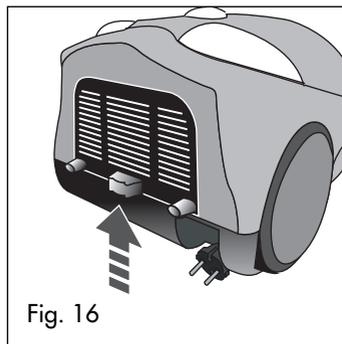

Fig. 16
Il filtro si trova sotto le feritoie di uscita dell'aria. Per sostituirlo, premere e sollevare la griglia (O) (fig. 16).